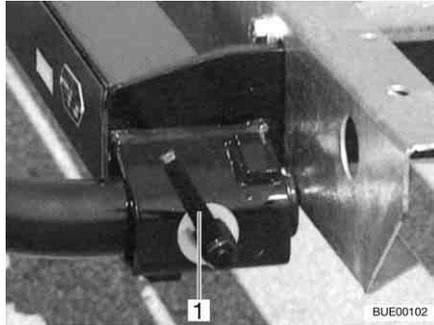

Fig. 3 Cierre rápido
- Encajar el soporte a la izquierda y a la derecha en el marco y retenerlo con un cierre rápido (Fig. 3,1) de cada lado.
- Soltar el cierre rápido (Fig. 3,1) y extraer el soporte de los alojamientos en el marco.